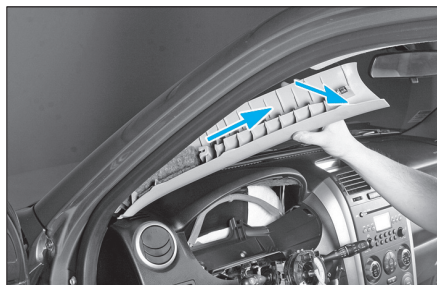

FIG. 38
- Déposer le montant de pare-brise en dégrafant d'abord le haut puis tirer le montant vers le haut (**Fig.38**) (côté conducteur et passager).